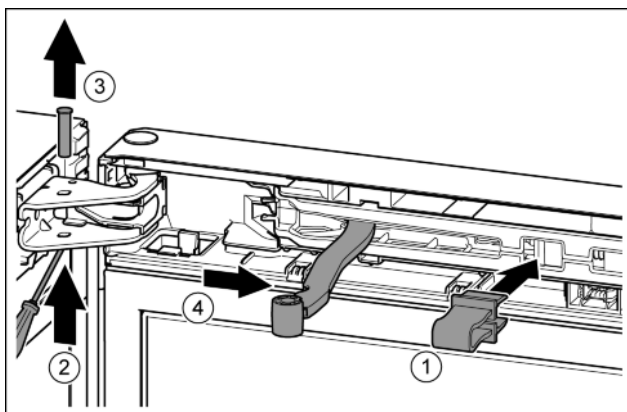

Fig. 12
- ▶ Зафиксировать предохранитель в отверстии. Fig. 12 (1)
- ▶ Выкрутить палец при помощи отвертки. Fig. 12 (2)
- ▶ Извлечь палец движением вверх. Fig. 12 (3)
- ▶ Повернуть шарнир в направлении двери. Fig. 12 (4)